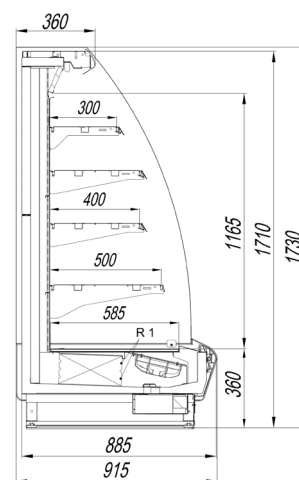

Рисунок 12. Витрина КВАРЦ МИНИ ОТКРЫТЫЙ (Н 170)
- «КВАРЦ МИНИ ОТКРЫТЫЙ», исполнения Н135, Н150, Н170 - пристенная среднетемпературная горка без крыши, высотой 1350мм, 1500мм, 1700мм и шириной основания 915мм (рисунок 12);